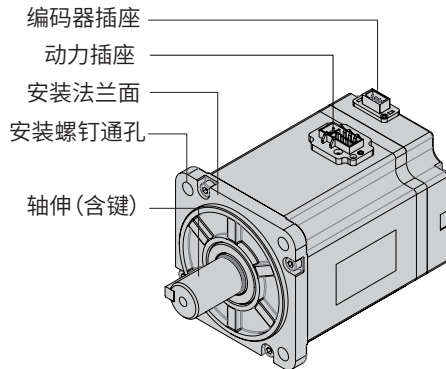

图 1-7 端子型电机部件说明示意图
- 40/60/80 基座请参考如图 1-7 和图 18 部件说明示意图